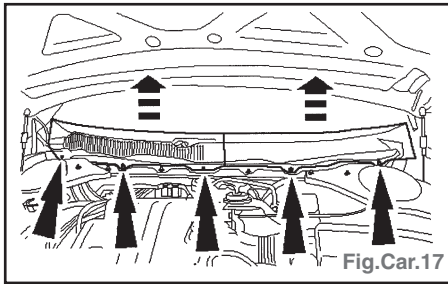

Fig.Car.17
- Déposer les panneaux d'auvent (Fig. Car.17).